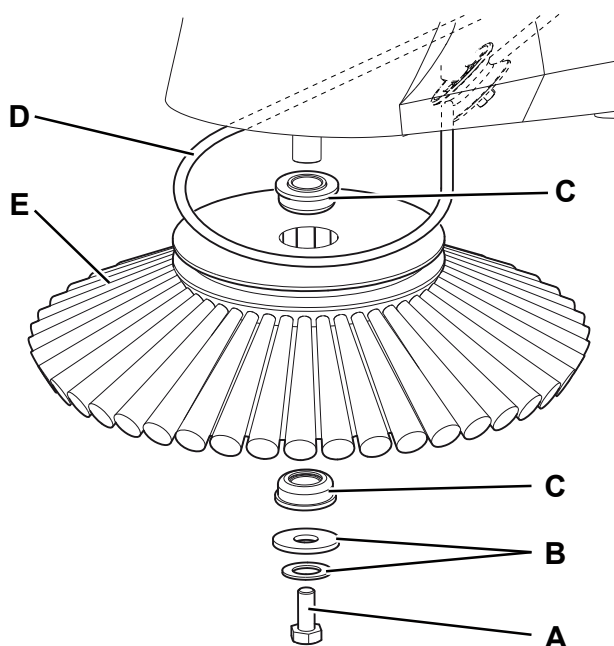

Figure 3
2. Dévisser la vis (A, Fig. 3), récupérer les rondelles (B) et les roulements (C) pour le montage successif.
3. Enlever la courroie de transmission (D) et le balai latéral (E).